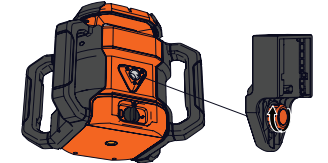

Figure 4 / Figure 4 / Figura 4
4. Insert the quick connector screw knob into the 5/8"-11 side screw thread of the laser and tighten. Note, the track mount is not designed to be used with the bottom 5/8"-11 screw thread. See figure 4.
1. Insert the quick connector screw knob into the 5/8"-11 side screw thread of the laser and tighten. Note, the track mount is not designed to be used with the bottom 5/8"-11 screw thread. See figure 4.
4. Insérez le bouton de serrage du raccord dans le filetage latéral de 5/8 po-11 du laser, et serrez. L'accessoire de montage sur rail ne doit pas être utilisé avec le filetage inférieur de 5/8 po-11. Voir figure 4.
1. Insérez le bouton de serrage du raccord dans le filetage latéral de 5/8 po-11 du laser, et serrez. Notez que l'accessoire de montage sur rail ne doit pas être utilisé avec le filetage inférieur de 5/8 po-11. Voir figure 4.